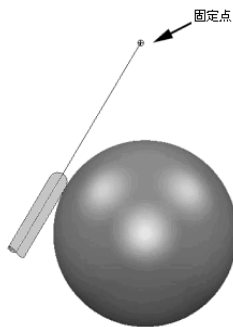

图 2-168 朝向点
(3) 朝向点 朝向点是指刀具刀尖总是指向固定点，即与铣床相连的刀具头部连续动作，而刀具刀尖保持相对静止，如图 2-168 所示。适合于加工型芯等凸型面，特别是带有陡峭凸壁、负角面的零件加工，而带有负角面的精加工往往会使用投影精加工策略来计算刀具路径，因此多数情况下朝向点选项是配合点投影精加工策略一起使用的。